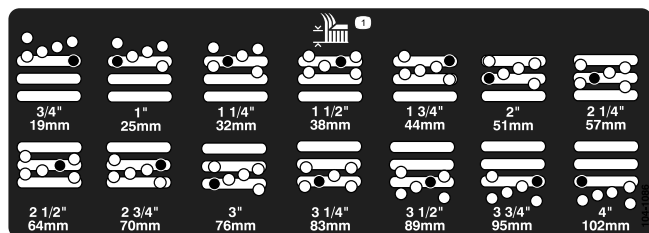

図 17
5. 希望の刈り高にチェンバを合わせ、その刈り高の穴とスロットにスペーサを通す 図 17。